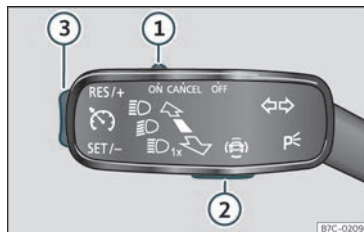

Fig. 157 Na panca dos intermitentes: teclas para manexar o limitador de velocidade.
Para cambiar entre os sistemas de asistencia á condución prema a tecla  »» fig. 157 , a continuación, seleccione mediante a roda dereita do volante multifunción no menú do cadro de instrumentos e prema a roda para confirmar a selección.
- Desprace o mando >>> **fig. 157** ① á posición **ON** e prema a tecla ②.
- Durante a marcha, prema a tecla >>> **fig. 157** ③ pola zona **SET/-**.
Pódese axustar a velocidade coa tecla >>> **fig. 157** ③:
- Desprace o mando >>> **fig. 157** ① á posición **OFF**.
Se desexa desactivar temporalmente o limitador de velocidade, por exemplo, para adiantar, desprace o mando >>> **fig. 157** ① á posición **CANCEL** ou prema a tecla ②.
Despois do adiantamento, pódese activar o limitador de velocidade coa velocidade previamente programada premendo a tecla >>> **fig. 157** ③ pola zona **RES/+**.